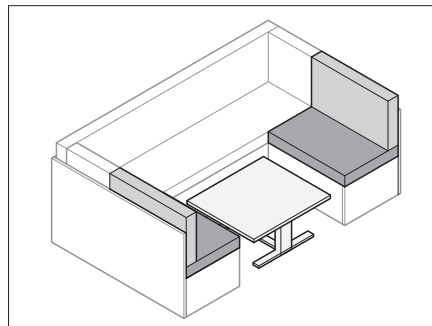

Bild 66 Tisch umbauen
- Tisch (Bild 66) zum Bettunterbau umbauen (siehe Abschnitt 7.7).